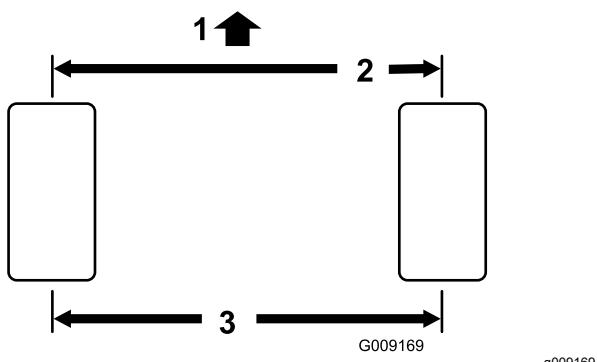

Figura 82
2. Misurate l'interasse (all'altezza dell'assale) sulla parte anteriore e posteriore dei pneumatici di sterzo (Figura 82).